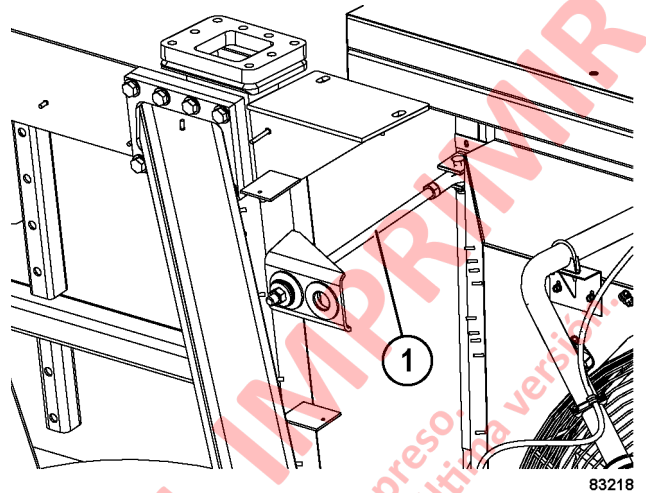

FIGURA 2-7. VÁSTAGO DE SOPORTE SUPERIOR DEL RADIADOR
19. Desmonte el vástago de soporte superior (1, Figura 2-7) del radiador a cada lado del radiador.